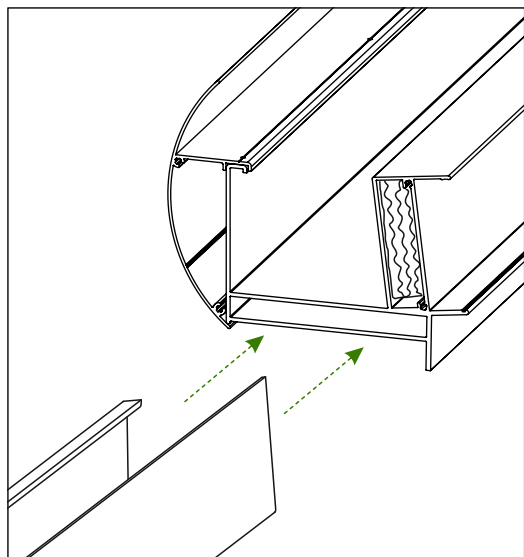

Abb. 4
4. Schieben Sie nun das Rinnenverbindungsstück links in das noch nicht befestigte Rinnenprofil Siehe Abb. 4. und platzieren Sie es bündig an das angebrachte Rinnenprofil und den Pfosten. Schieben Sie es hierfür in die dafür vorgesehene Öffnung im Mittelsparren und fixieren Sie den Mittelsparren mit einer Schraube. Siehe Abb. 5.
5. Das Flacheisen dient der Stabilisierung der Rinne. Das eine Ende vom Flacheisen in die Rinne einführen. Sie können dabei das Rohrgleitmittel (als Zubehör für Abwasserrohre) oder Seife verwenden. Danach beide Enden der Rinne mit Silikon versiegeln. Siehe Abb. 4.
1a. Halten Sie das Wandprofil an der Montagestelle fest und markieren Sie die Stellen auf dem Wandprofil, wo die Vorbohrungen für die Wandmontage gesetzt werden können (im Zick-Zack-Format mit ca. 20 cm Abstand. Siehe Abb. 4). Anschließend nehmen Sie die Bohrungen mit einem Metallbohrer im Wandprofil vor. Anschließend Bohren Sie mit einem Beton/ Steinbohrkopfbohrer einen, für den für die Montage vorgesehenen Dübel, passendes Bohrloch in der richtigen Höhe, durch ein äußeres Loch in dem Wandprofil und befestigen Sie den Wandprofil sicher an der Wand. Siehe Abb 2.
1c. Wiederholen Sie diese Schritte für alle andere in dem Wandprofil vorhandene Löcher und stellen Sie fest, ob das Wandprofil so stabil an der Wand montiert ist, dass dieses die ganze Überdachungskonstruktion, sicher tragen kann. (Befestigen Sie bei einer Überdachungslänge von 8 - 12 m auch das zweite Wandprofil direkt angrenzend an das erste Wandprofil, beachten Sie auch hier die Schritte 1a. - 1d.). Siehe Abb. 4.
A) B) 3. In einem der Pfosten wird das Wasserablaufrohr versteckt. Je nach Rohraustritt aus dem Pfosten (sichtbar über die Erdoberfläche oder einbetoniert/eingegraben im Erdreich) markieren Sie die Stelle für den Abfluss an unteren Ende des Pfosten und schneiden Sie mit einem Lochbohrer/einer Lochsäge eine 90mm Öffnung in den Pfosten. Siehe Abb. 4.